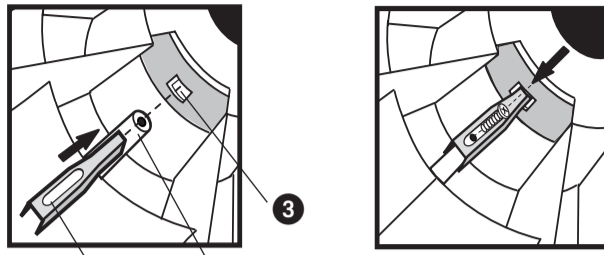

FIG. 2
1. Align hole at the end of bottom pipe with the screw post on underside of the base. Applying pressure, insert bottom pipe into the center opening of the base. On base underside, insert locking pin into bottom pipe hole (Fig.2). Using a Phillips screwdriver, slide locking pin over screw post and secure with screw provided.
1. Alinee el extremo inferior del tubo con el agujero de la base, aplique presión para asegurarlo. En la parte de abajo de la base alinee la ranura que se encuentra en el extremo inferior del tubo con la clavija de metal; presione para introducir la clavija. (Fig. 2). Usando un destornillador Phillips, deslice la clavija de seguro sobre el poste para el tornillo y asegúrelo con el tornillo provisto.
1. Aligner le trou à l'extrémité du tube inférieur avec la tige filetée sous le socle. Tout en appuyant, mettre le tube inférieur dans l'ouverture au centre du socle. Sur le dessous du tube, insérer la goupille de sûreté dans le trou du tube inférieur. (Fig.2.) À l'aide d'un tournevis cruciforme, faire glisser la goupille sur la tige et attacher avec les vis fournies.